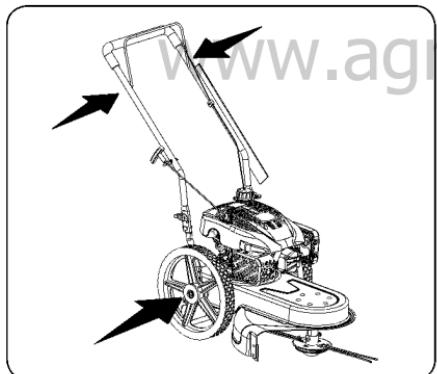

Рисунок 6-1
- Не реже одного раза в сезон смазывайте точки вращения скобы управления жидким маслом. Скоба должна легко двигаться в обоих направлениях. См. рисунок 6-1
- Смазывайте колеса невязким маслом (или моторным маслом) не реже одного раза в сезон. Если колеса по какой-либо причине снимаются, смажьте поверхность болта оси и внутреннюю поверхность колеса невязким маслом. См. рисунок 6-1